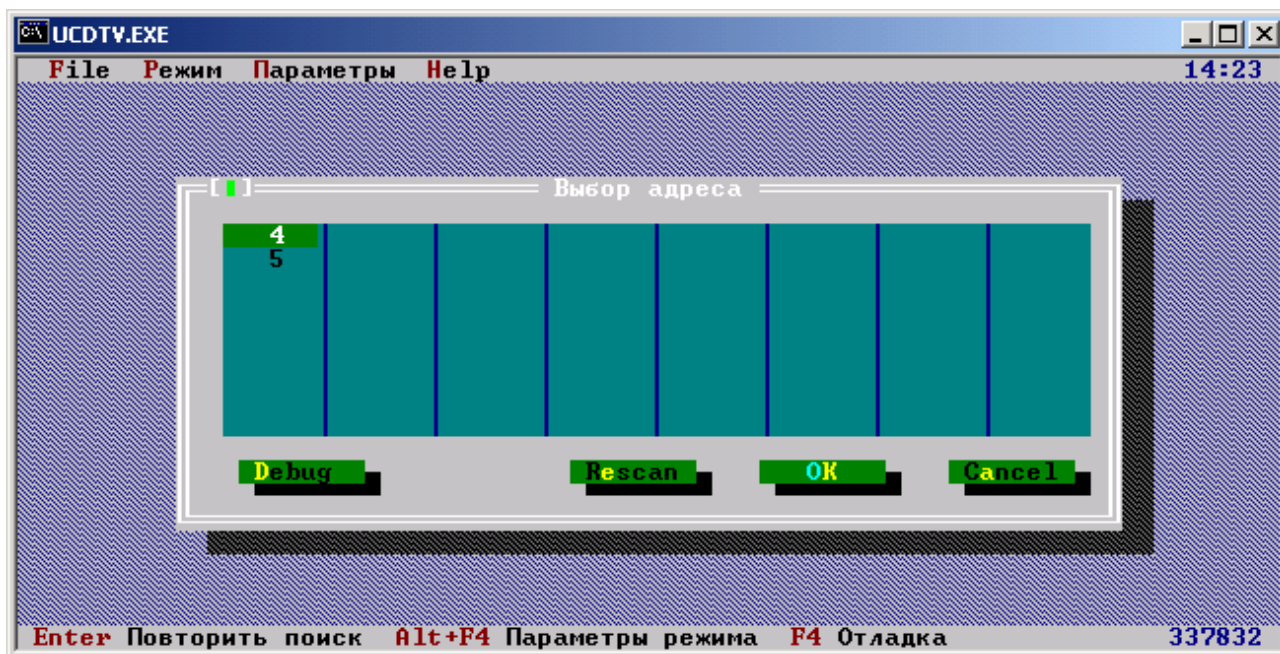

Рис.5. Диалоговое окно выбора адреса
6.1.2 Активизация режима “Сервис”, осуществляется нажатием клавиши <F4> и после этого на панели экрана высветится диалоговое окно выбора адреса (рис. 5)